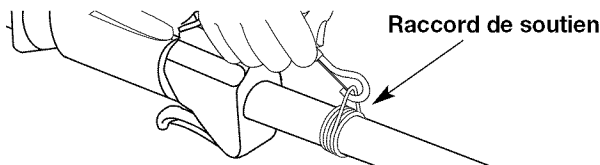

Fig. 6
3. Passez le harnais par-dessus la tête puis sur l'épaule. Accrochez-le au raccord de soutien (Fig. 6).